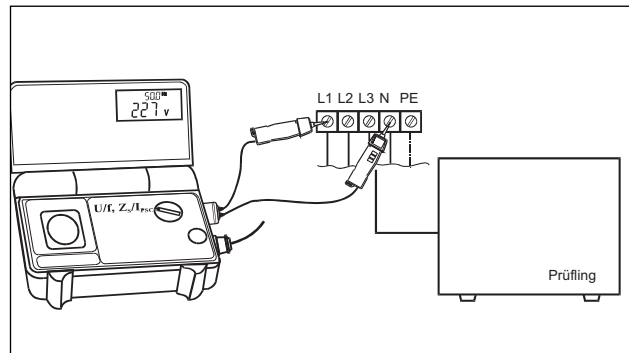
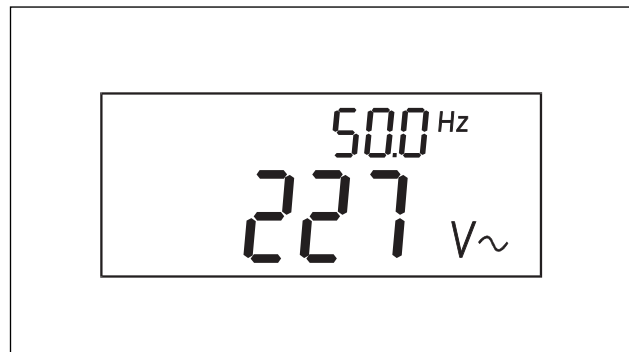

Abb. 6.5
Abb. 6.6
- Die Prüfspitzen von COMMANDER 2 mit dem Prüfling verbinden (ggf. Messzubehör verwenden), wie in der Abbildung 6.5 dargestellt. Der Spannungswert U und der Frequenzwert f wird ohne Betätigung einer Taste dauernd angezeigt (Abbildung 6.6):